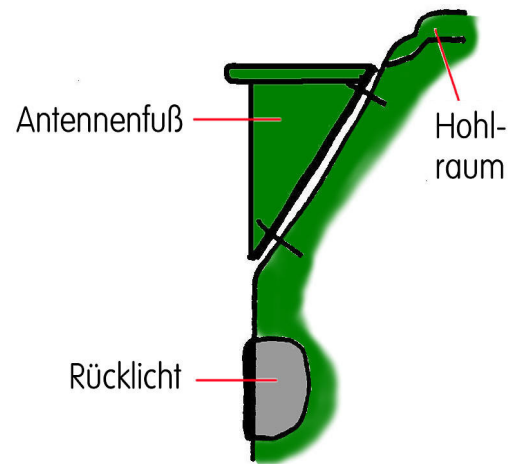

Abbildung 18: Querschnitt durch das Kübelheck
**Montage:** Bei der Montage ist darauf zu achten, dass der untere Rand des Fusses mit der Karosseriebeuge über dem Rücklicht abschließt. Dies ist wichtig, da sonst die oberen Befestigungslöcher in einen Hohlraum gebohrt werden (Abbildung 18). Zur Befestigung mit M8 Sechskantschrauben sollte auf der Innenseite ein der Grundplatte ähnliches Blech hinterlegt werden. Ersatzweise können auch große Karosserieunterlegscheiben mit einer selbstsichernden Mutter oder ein Federring verwendet werden.